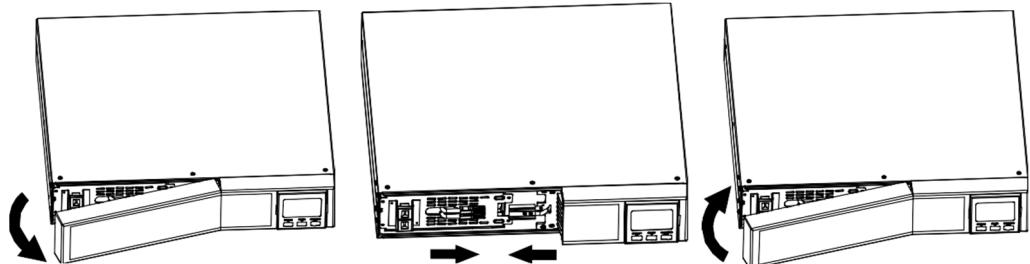

Рисунок 10 – Порядок подключения встроенной батареи ИБП
7.1.6 Для предотвращения самопроизвольного включения при транспортировке ИБП исполнения R-BE поставляются с отключенной встроенной батареей. Подключение встроенной батареи следует производить в следующей последовательности (рисунок 10):